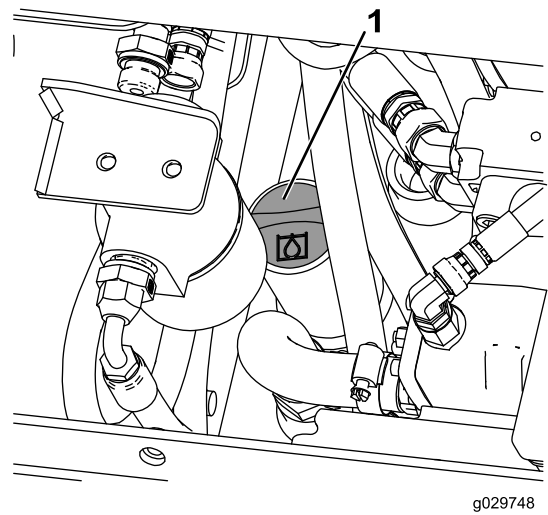

Figure 27
5. Nettoyez la surface autour du goulot de remplissage du réservoir hydraulique (Figure 27).